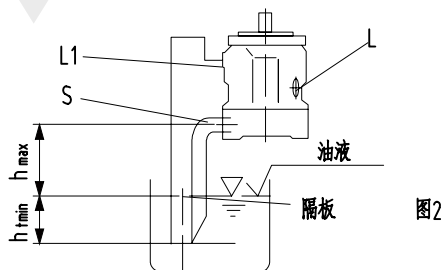

图2
b) 如最低油液面低于泵的安装面：如图2所示对油口“L”和“S”进行布管。在1.2.1的条件下关闭油口“L”。
安装前在泵壳体内注满油，并保持水平位置。高于油箱的安装参见图2。